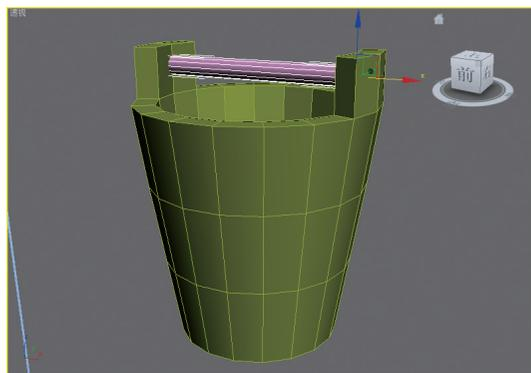

图9-105 创建水桶
**01** 然后，再创建一个水桶的模型，如图9-105所示，这里不再介绍其具体的制作过程。